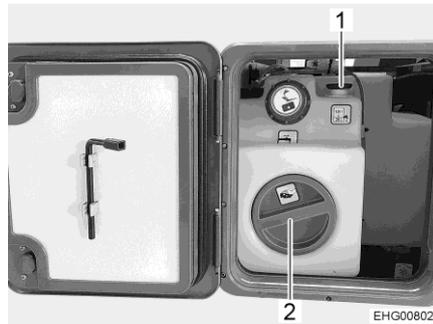

Fig. 185 Serbatoio dell'acqua con maniglia girevole
- Sul serbatoio dell'acqua, ruotare la maniglia girevole (Fig. 185,1) in senso orario fino all'arresto.
- Sul serbatoio dell'acqua, ruotare la maniglia girevole (Fig. 185,1) in senso antiorario fino all'arresto. L'acqua fuoriesce fino a raggiungere il livello di riserva di 20 litri.